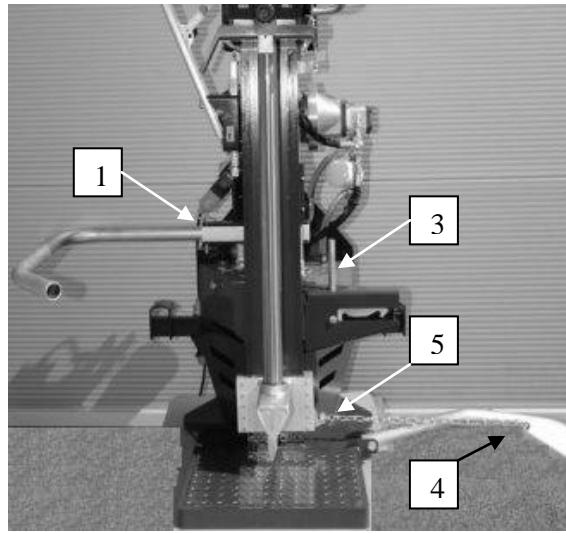

Bild 20
- Den Schubzylinder mit dem Spaltkeil hinunterlassen (Bild 20).
- Für eine Hubstellung den Hebel der Zuhaltung (3) anhalten, womit der Hebebogen (4) gelöst wird und diesen mit der Kette (5) auf den Boden hinunterlassen (Bild 20).